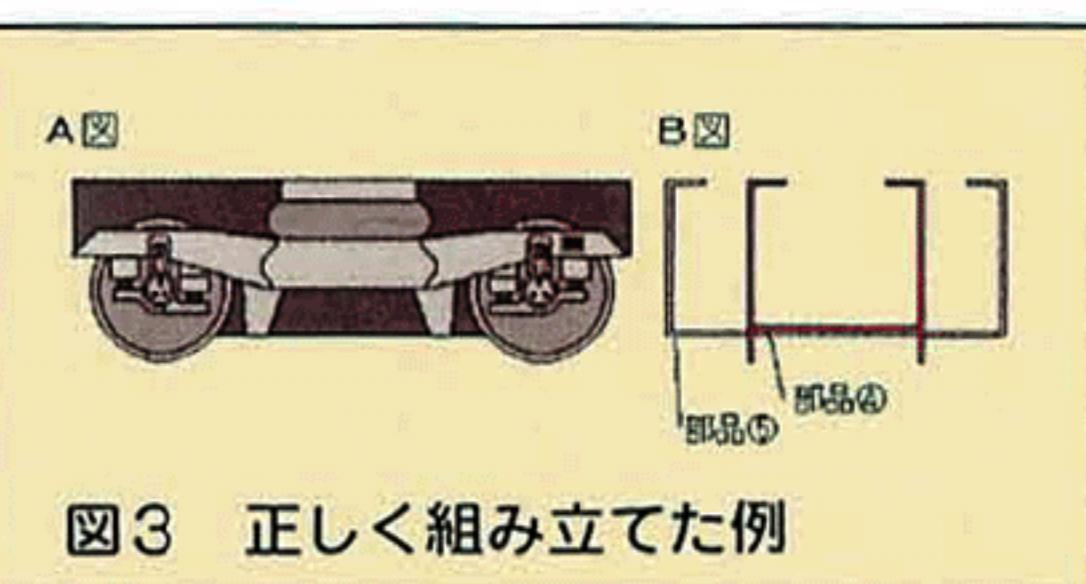

図3 正しく組み立てた例
8. 排障器（部品⑥）を折り曲げて床板に接着します。
9. 車輪（部品④）と台車枠（部品⑤）を接着します。
- 正しく組み立てた場合、側面は図3のA図のようになります、前から見た断面はB図のようになります。これを床板に接着して完成です。